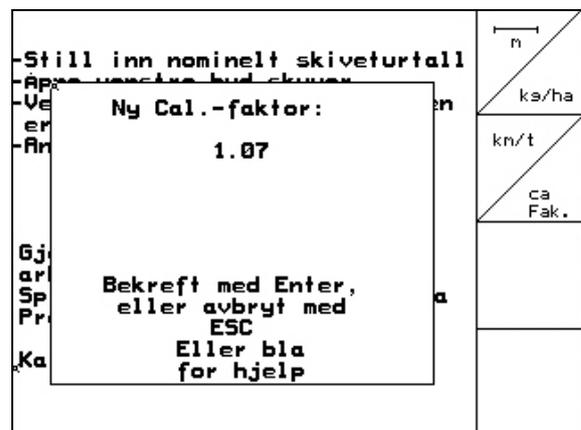

Fig. 34
- Den nye kalibreringsfaktoren vises (Fig. 34).